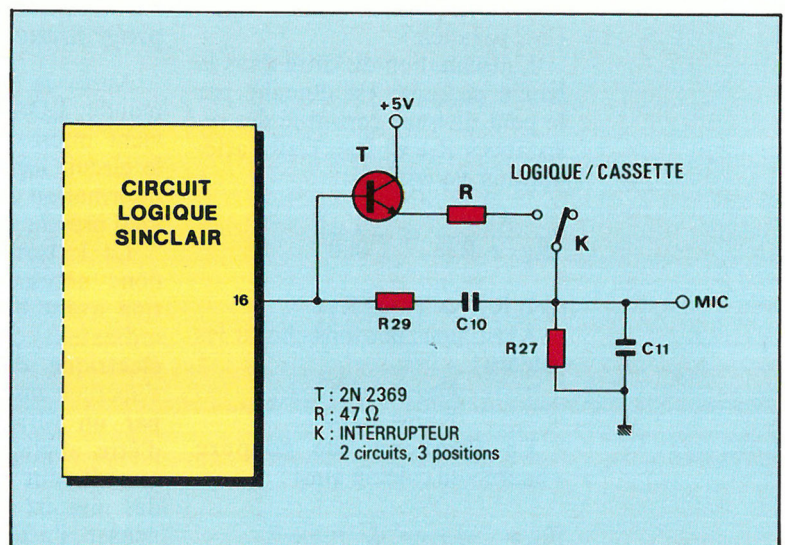

Fig. 3. - L'interrupteur assure l'émission de données vers le magnétophone à cassette ou vers la mémoire vive du second ZX 81.
La **figure 3** montre que la sortie s'effectue par l'intermédiaire d'une résistance (R) en série avec l'émetteur, le collecteur étant relié au + 5 V. Cette résistance constitue une butée de protection en cas de court-circuit sur la sortie : elle limite le courant circulant dans le transistor. Nous la choisissons de 47 Ω , ce qui limite le courant à 100 mA.